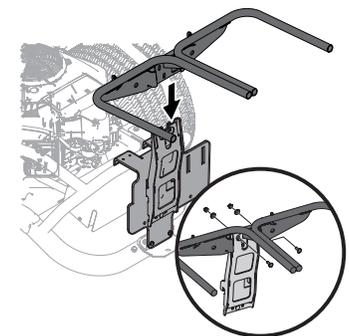

Figure 8
1. Installez et fixez l'ensemble de support au support de fixation vertical à l'aide de deux boulons de chariot (710-0276), de deux rondelles coniques (736-0242) et de deux contre-écrous d'épaulement (712-04063) provenant de la trousse de matériel 689-01419. Consultez la Figure 8.